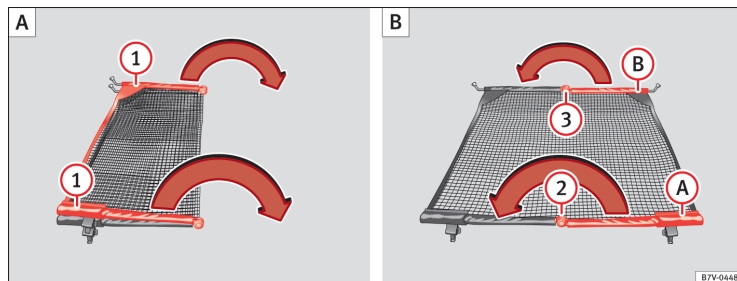

Fig. 93 Sådan klappes netskillevæggen ud ① og tilbage ② og ③.
Klap netskillevæggenes tværstænger ⇒ Fig. 93 ① helt fra hinanden i pilens retning, indtil du hører en kliklyd.
- Tryk på udløserknappen ⇒ Fig. 93 (2), og klap tværstangen (A) sammen i pilens retning, mens udløserknappen er trykket ind.
- Tryk på udløserknappen (3), og klap tværstangen (B) sammen i pilens retning, mens udløserknappen er trykket ind.